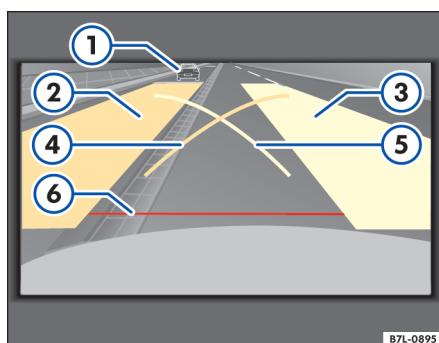

图 134 汽车右后②和左后③停车区域视图
- 倒车并修正方向，使屏幕上显示的黄色区域⇒图 134②到达停车位，并确保此区域内无障碍物。
打开转向信号灯时，在当前停车过程中的右侧⇒图 134②和④或左侧③和⑤的定向线或定向面会消失。在下次停车过程中定向线和定向面会再次出现在两侧，直至打开转向信号灯。
如果行李厢打开，所有定向线或定向面⇒图 134 都会消失。
颜色	定向线及定向面的含义⇒图 134